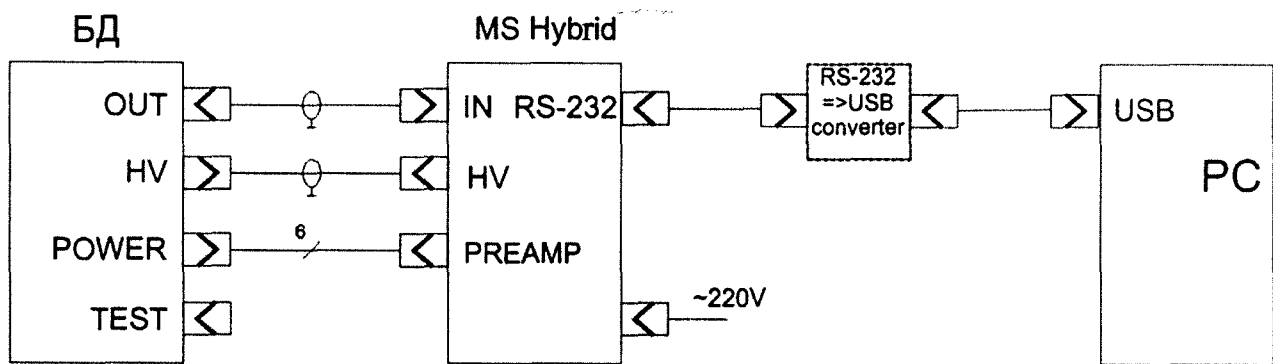

Рис. 13. Схема кабельных соединений элементов для вариантов исполнения комплекса Эко ПАК-01-3, Эко ПАК-02-3, Эко ПАК-03-3.
1.5.24. Схемы кабельных соединений элементов вариантов исполнения комплекса Эко ПАК-01-1, Эко ПАК-02-1, Эко ПАК-03-1 и Эко ПАК-01-2, Эко ПАК-02-2, Эко ПАК-03-2 с подключением к компьютеру показаны на Рис. 12 и Рис. 13, соответственно.
1.5.26. На Рис. 13 показана работа комплекса совместно с персональным компьютером (на Рис. 13 обозначен как PC).